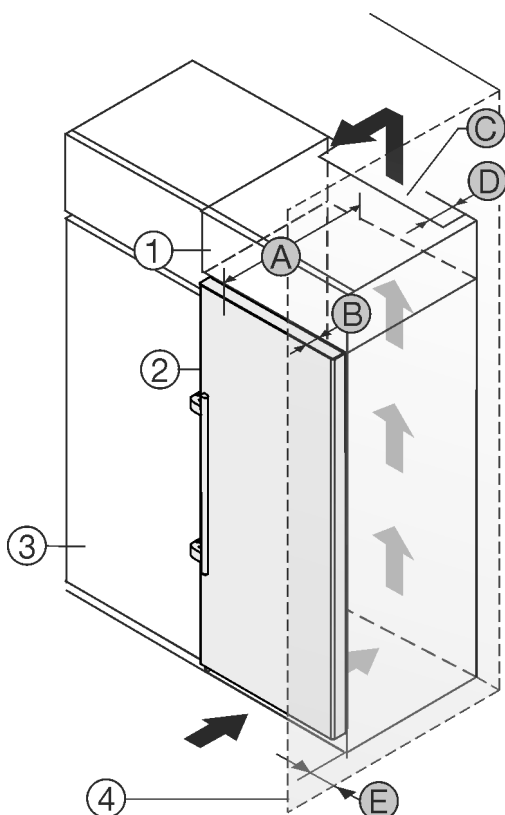

Fig. 2
- (1) Aufsatzschrank\*
- (2) Gerät\*
- (3) Küchenschrank\*
- (4) Wand\*
- (A) Gerätetiefe\*
- (B) Türtiefe\*
- (C) Belüftungsquerschnitt\*
- (D) Abstand Geräterückseite\*
- (E) Abstand zur Geräteseite\*
Sie können das Gerät direkt neben dem Küchenschrank *Fig. 2 (3)* aufstellen.\*
An der Rückseite des Aufsatzschrankes muss ein Abluftschacht mit der Tiefe *Fig. 2 (D)* über die gesamte Aufsatzschrankbreite vorhanden sein.\*
Unter der Raumdecke muss der Entlüftungsquerschnitt *Fig. 2 (C)* eingehalten werden.\*
Wenn Sie das Gerät mit den Scharnieren neben einer Wand *Fig. 2 (4)* aufstellen, dann muss der Abstand zwischen Gerät und Wand mindestens 57 mm betragen. Dies entspricht dem Griffüberstand bei geöffneter Tür.\*
Damit Sie die Tür vollständig öffnen können, muss das Gerät um die Türtiefe *Fig. 2 (B)* gegenüber der Küchenschrankfront vorstehen. Abhängig von der Tiefe der Küchenschranke *Fig. 2 (3)* und Verwendung von Wandabstandshaltern kann das Gerät weiter herausragen.\*